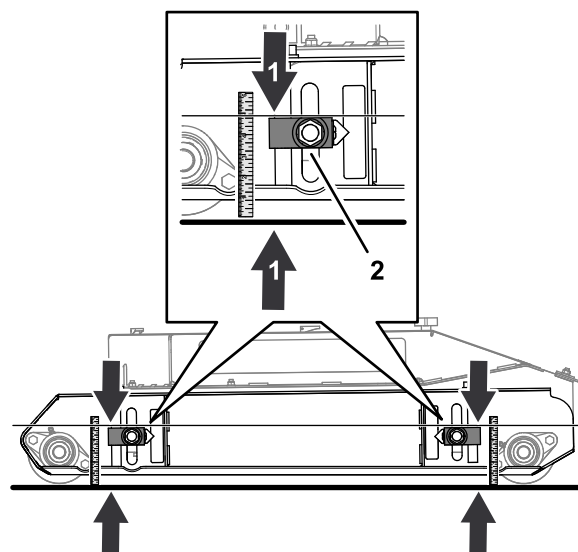

Bild 73
1. Lösen Sie die Mutter, welche die Schnitthöhenverstellung arretiert (Bild 73).